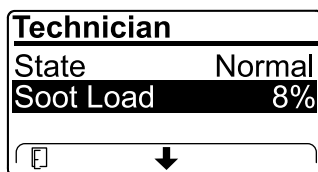

Figura 47
- Vea la carga de hollín que se mide como porcentaje de hollín en el DPF (Figura 47); consulte la tabla de carga de hollín.